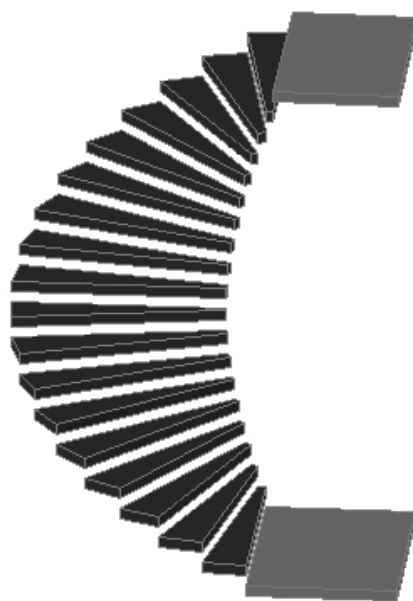

Рис. 76. Винтовая лестница
3. Начертив одну ступень, применить к ней команду **3D Array**. Лишние ступени удалить. Чертеж должен быть похож на то, что изображено на рис. 76. Дополнить чертеж перилами и опорами для ступеней.